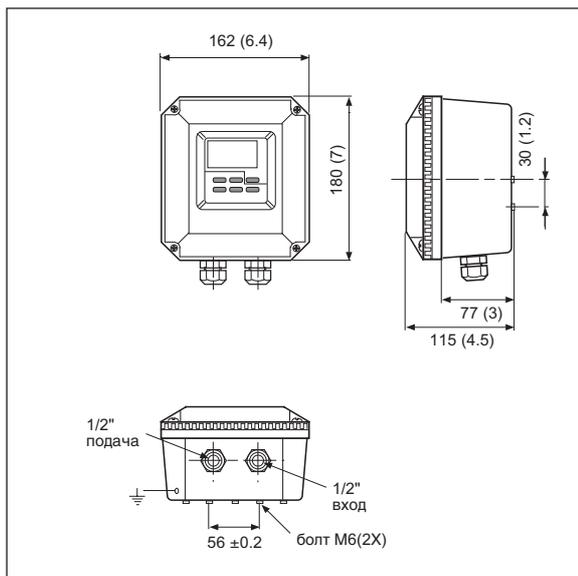

Рисунок 3-1. Размеры корпуса и схема установки кабельных уплотнителей
- К кабельным уплотнителям должен иметься доступ (смотрите рисунок 3-1)